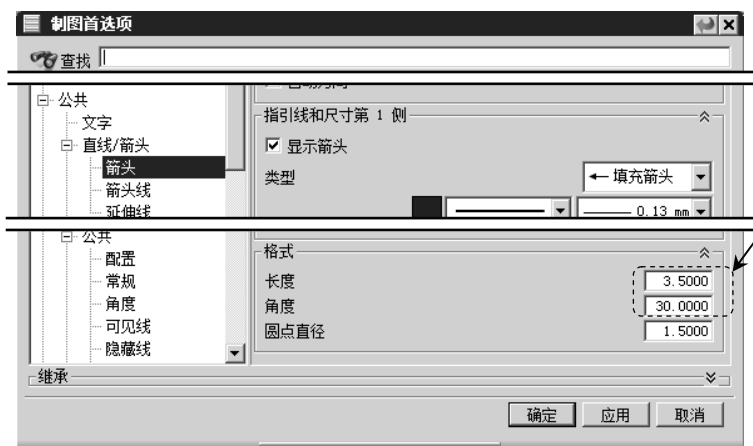

图 2.5.3 “制图首选项”对话框
(1) 选择下拉菜单 **首选项(P) → 制图(D)...** 命令, 系统弹出“制图首选项”对话框, 如图 2.5.3 所示。